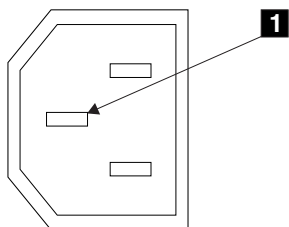

Figure 4. Broche de mise à la terre
6. Vérifiez la continuité entre le châssis de SAN Volume Controller et la broche de mise à la terre de chaque connecteur d'alimentation électrique. La broche de mise à la terre est indiquée par **1** sur la Figure 4.